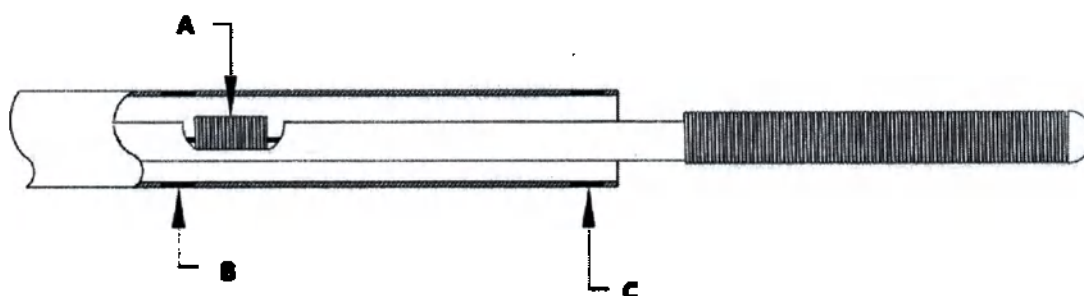

Рисунок 1 - Расположение изделия и микрокатетера, где
8. Продолжайте продвигать спираль до тех пор, пока рентгеноконтрастная спираль системы доставки не будет находиться дистальнее проксимального конца рентгеноконтрастного маркера микрокатетера (рисунок 1).